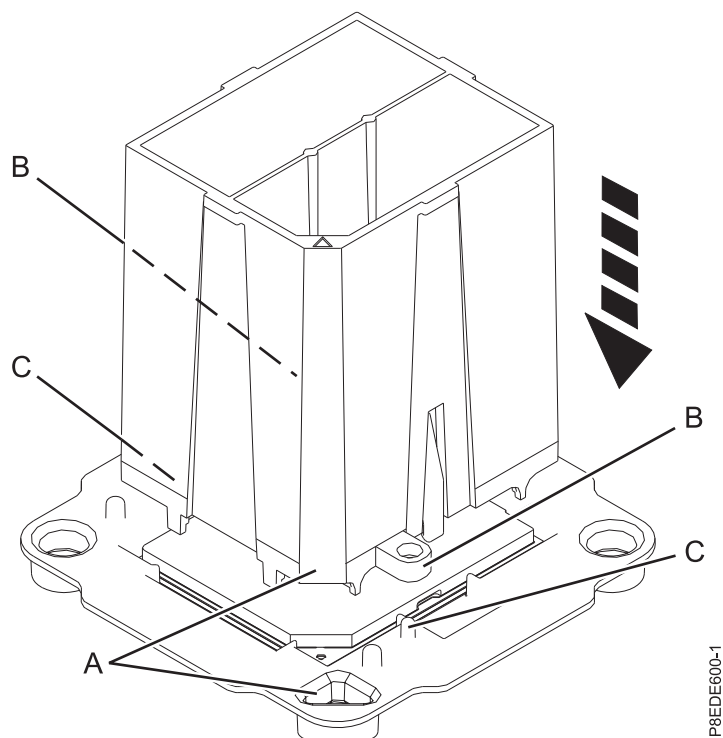

図 12. 取り外しツールをシステム・プロセッサ・モジュールの上に下ろす
3. 提供されている取り外しツールを下げて、配送用トレイ内のシステム・プロセッサ・モジュールの上に乗せます。ツールの斜めになっている角 (A) を、配送用トレイの三角形の穴と位置合わせします。ツールの穴 (B) を、トレイのピン (C) と位置合わせします。14 ページの図 12 を参照してください。